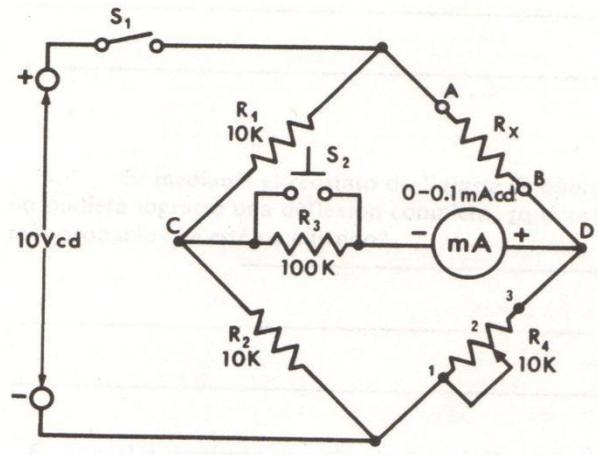

Figura 2.1
1. Usando la fuente de voltaje, el miliamperímetro, las resistencias  $R_1$ ,  $R_2$  y  $R_3$ , el potenciómetro  $R_4$ , (conectado como reóstato) y los interruptores  $S_1$  y  $S_2$ , conecte el circuito que se muestra en la figura 2.1 El resistor  $R_3$  limita la corriente que pasa por el miliamperímetro, en consecuencia, se reduce su sensibilidad durante el ajuste inicial. El interruptor  $S_2$  pone en cortocircuito al resistor  $R_3$  y aumenta la sensibilidad del medidor de ajuste final.
1. Puede medirse una resistencia de  $50K\Omega$  entre las terminales A y B con el circuito del puente que se muestra en la figura 2.1?
2. Si se cambiara la resistencia  $R_2$  de la figura 2.1 por uno de  $K\Omega$ , ¿Podría medirse 1 resistencia de  $50 k\Omega$  entre las terminales A y B?
5. ¿Qué relación guarda este circuito con el de figura 2.1?